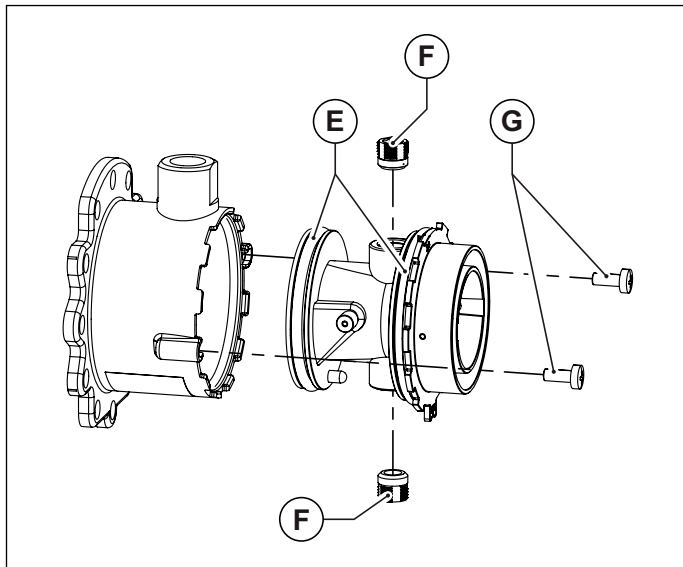
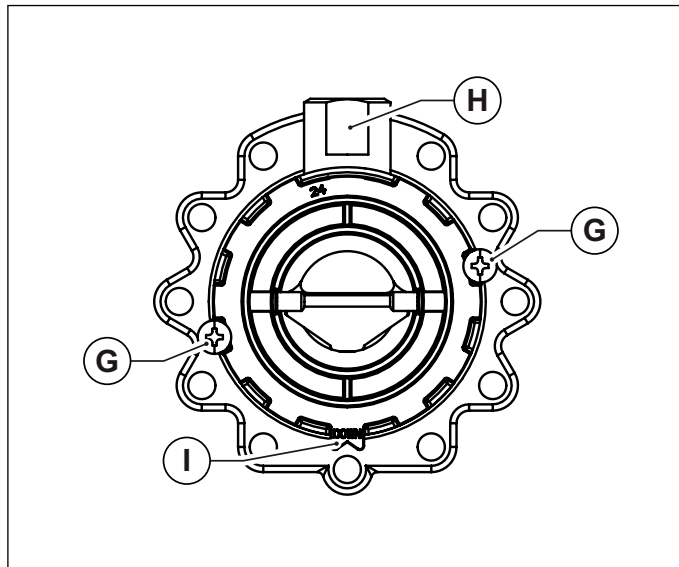

Рис. 28 Пластмасовий корпус змішувача
Рис. 29 Розташування для монтажу
- Відкрутіть два гвинта та вийміть пластиковий корпус змішувального вузла (дивись Рис. 28 Пластмасовий корпус змішувача).
- Використовуючи шостигранний ключ, викрутіть дві форсунки діаметром 6 мм (дивись Рис. 28 Пластмасовий корпус змішувача).
- Вставити пласмасовий корпус (трубку Вентурі) в узел підмісу та зафіксувати його гвинтами, слідкуючи за тим щоб не пошкодити ущільнення які розташовані по краям пласмасового корпусу (див. Рис. 28 Пластмасовий корпус змішувача) правильно обрати монтажне положення (див. Рис. 29 Розташування для монтажу).
- Закріпіть вузол підмісу на вентиляторі за допомогою болтів з циліндричною головкою під шостикутник, не забуваючи встановити між ними кілцеве ущільнення (див. Рис. 28 Пластмасовий корпус змішувача).